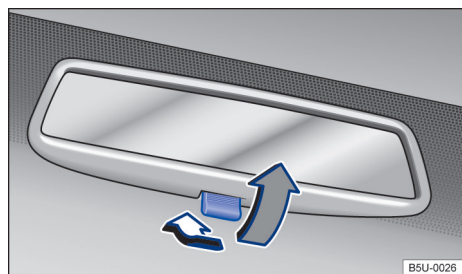

Fig. 69 En el parabrisas: espejo retrovisor interior antideslumbrante manual.
- Ubicación de noche: tirar de la palanca → fig. 69 (flecha gris), para evitar el deslumbramiento de los faros de los vehículos que circulan detrás.